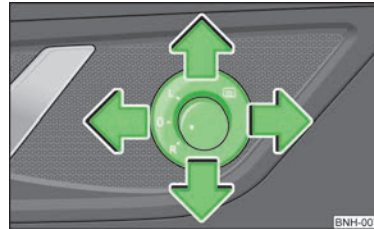

Abb. 31
- Den Drehknopf in die Position » Abb. 31 stellen.
- Den Drehknopf in die Position **L** » Abb. 31 stellen. Die Spiegelflächenbewegung ist mit der Bewegung des Drehknopfes identisch.
- Den Drehknopf in die Position **R** » Abb. 31 stellen. Die Spiegelflächenbewegung ist mit der Bewegung des Drehknopfes identisch.